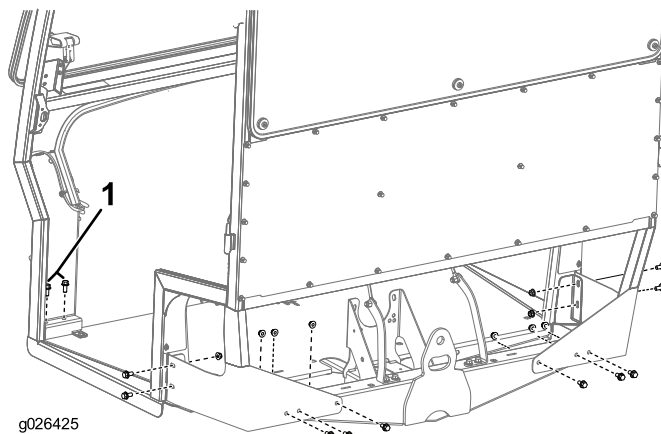

图5
2. 如图5 所示，使用 10 个螺栓（3/8 x 3/4 英寸）、10 个螺母（3/8 英寸）和 4 个螺栓（3/8 x 7/8 英寸），将机架固定到机器上。